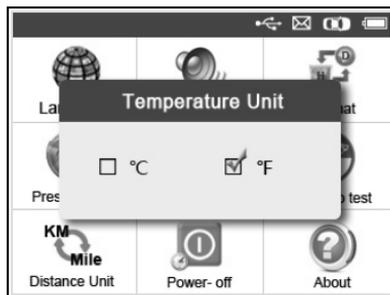

Imagen 3.7
- 2) Desde la pantalla de **unidad de temperatura**, utilice el botón de desplazamiento **IZQUIERDA/DERECHA** para seleccionar la unidad de temperatura deseada.(Imagen 3.7)